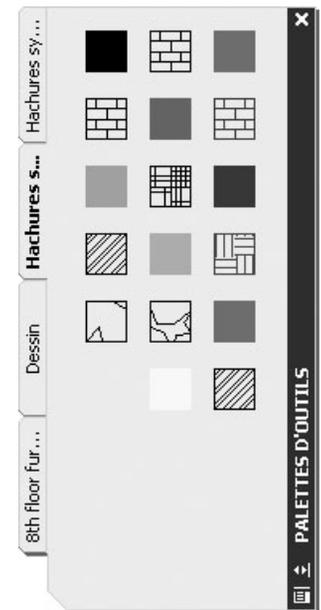

Fig.8.10
- 3] Sélectionner une hachure (fig.8.10).